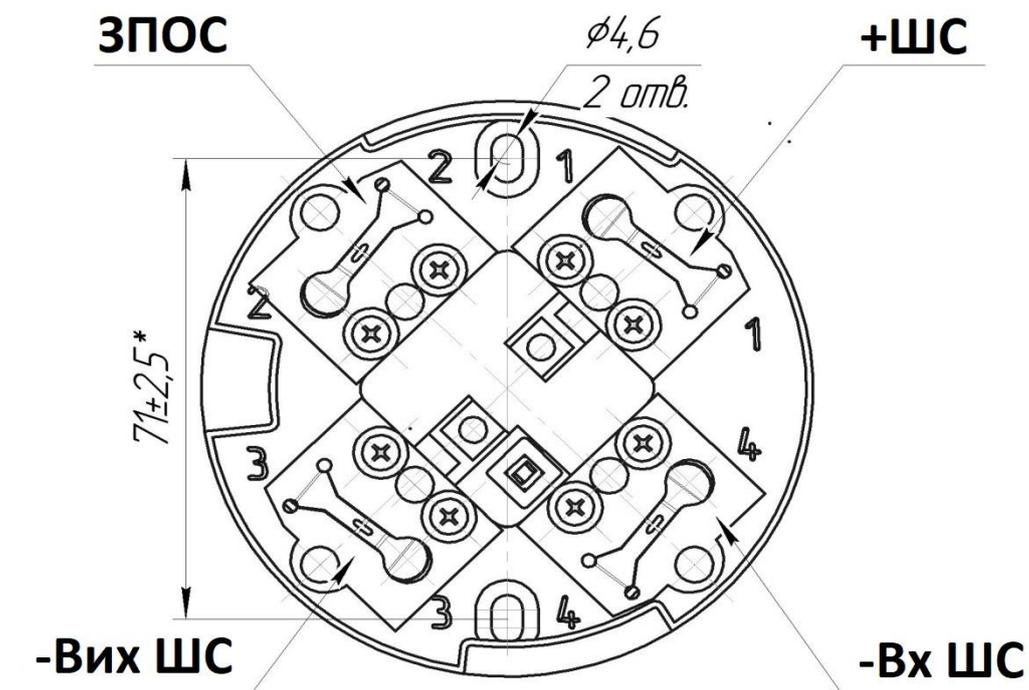

Рис. 3 – Розетка сповіщувача. Розташування контактів та інсталяційний розмір, 5-й контакт може бути не встановлений.
- розмітити місця встановлення дюбелів згідно з рис. 3;